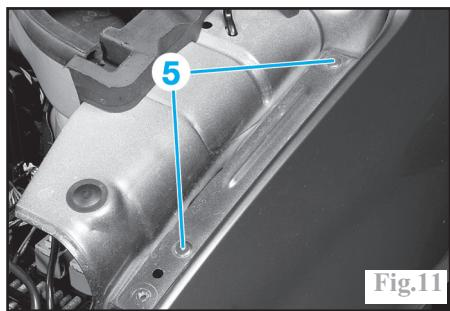

Fig.11
- les têtes des rivets (5) (Fig.11).